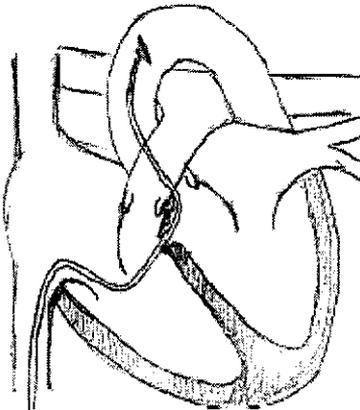
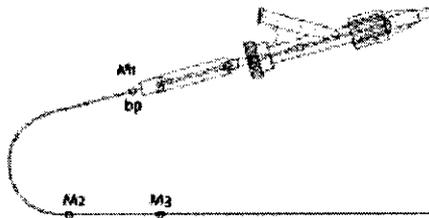

Fig. 10: Configuración de la bobina
Fig. 11: Marcas (M1-M3) en el sistema de colocación
- (Fig. 10) Avance lentamente el catéter de implante y la bobina desde el acceso transvenoso introduciéndolos en el introductor largo y la aorta ascendente, bajo monitorización fluoroscópica.
• (Fig. 10) Bajo monitorización fluoroscópica y por ecocardiograma (ETE o ETT), empuje la bobina Nit-Occlud LÉ VSD para sacarla del catéter de implante, usando la cánula de metal y el control de una mano, hasta que hayan salido los primeros cuatro arrollamientos. Las marcas permiten controlar mejor el número de arrollamientos liberados (Fig. 11).
• Vuelva a comprobar la posición y el tamaño de la bobina. Si los arrollamientos liberados están bien integrados en el VSD, presione los arrollamientos proximales para sacarlos del catéter de implante de forma que se coloquen solos contra el lado ventricular derecho del defecto. La maniobra de liberación debe realizarse del siguiente modo: tire lentamente del catéter de implante para sacarlo del ventrículo izquierdo e introducirlo en el ventrículo derecho, liberando al mismo tiempo los 1-2 arrollamientos restantes de la bobina. Bajo control fluoroscópico, y usando las marcas (Fig. 11), ahora podrá comprobar si se han liberado todos los arrollamientos. Es de vital importancia asegurarse de que la punta del introductor largo se mantiene cerca de la abertura ventricular derecha del VSD durante esta maniobra, para evitar interferencias o problemas de enredo en la bobina por la válvula tricúspide.
La preparación es esencialmente la misma que para los VSD perimembranosos. Ocasionalmente, puede sondarse el defecto desde el lado ventricular derecho, pero a menudo será necesario colocar una férula de hilo arteriovenosa del tipo normal. Para cerrar un VSD muscular, las puntas del catéter de implante y del introductor alargado deben colocarse directamente sobre el septo ventricular en el lado ventricular izquierdo. El catéter de implante debe sobresalir aproximadamente 3-5 mm. La liberación de la bobina debe realizarse a una distancia suficiente de la válvula mitral y de los músculos o cuerdas papilares. Bajo control fluoroscópico, empuje la bobina Nit-Occlud Lê VSD para sacarla del catéter de implante, usando la cánula de metal y el control de una mano, hasta los dos últimos arrollamientos proximales. Las marcas permiten controlar mejor el número de arrollamientos liberados (Fig. 11). Si la marca M2 está en el punto base (bp), se han liberado todos arrollamientos menos dos. Ahora tire de todo el sistema (introductor alargado y catéter de implante) hacia atrás para que la bobina configurada se adapte al contorno del defecto (Fig. 13). Tire lentamente del catéter de implante para sacarlo del ventrículo izquierdo e introducirlo en el ventrículo derecho, liberando al mismo tiempo los 1-2 arrollamientos restantes de la bobina. Bajo control fluoroscópico, y usando las marcas (Fig. 11), ahora podrá comprobar si se han liberado todos los arrollamientos (Fig. 14/15).